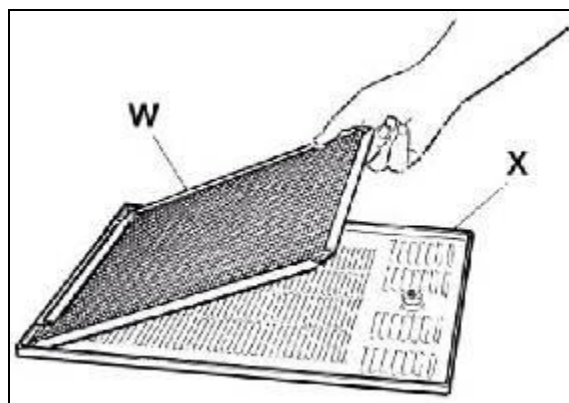

Fig. 29
- Rimuovere il filtro del condensatore W e pulire quest'ultimo con acqua o con un aspirapolvere (vedi fig.29).